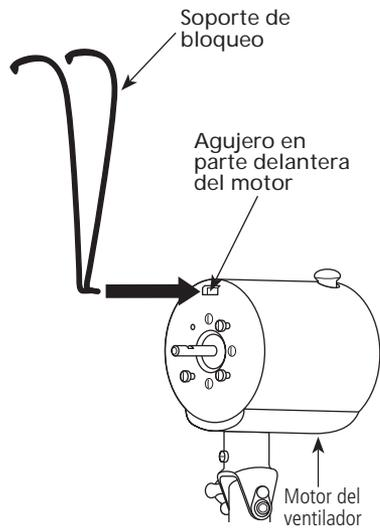

FIGURA 6
19. Instale el soporte de bloqueo como se muestra en la Figura 6. NOTA: NO retire la protección de caucho del agujero en la parte delantera del motor. Introduzca la parte inferior del soporte de bloqueo en la abertura recubierta con la protección de caucho.